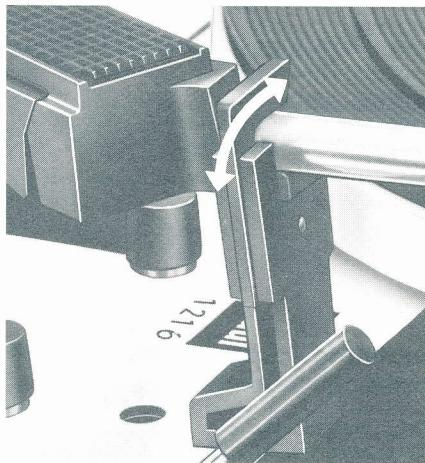

Fig. 7
Elija acto seguido la velocidad del plato ② requerida, coloque la tecla selectora ⑯ en el número que corresponda al diámetro del disco (17, 25 ó 30 cm., o bien 7, 10 ó 12") y libere el brazo fonocaptor (fig. 7). Con estas operaciones ha preparado el aparato para funcionar.
automáticamente a su soporte y el aparato se desconecta. Recomendamos cerrar la sujetación del brazo (fig. 7) si no desea utilizar más el aparato.